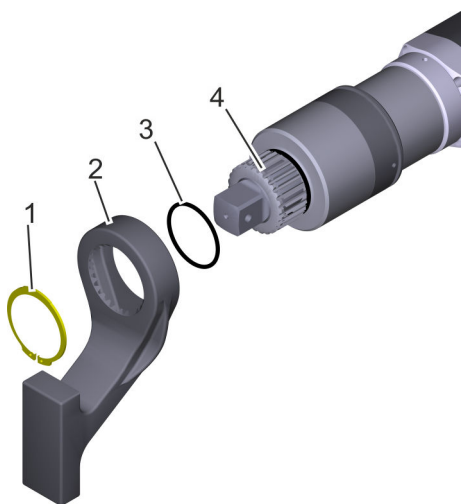

Fig. 13: fissaggio del braccio di reazione
Spingere con cautela la guarnizione circolare (Fig. 13/3) sulla dentellatura (Fig. 13/4) dell'avvitatrice.
3. ➔ Applicare il braccio di reazione (Fig. 13/2) alla dentellatura.
- 4.** ➤ Farvi scivolare sopra l'anello di sicurezza (Fig. 13/1) con l'ausilio della pinza per anello di sicurezza (Fig. 14) e bloccarlo.